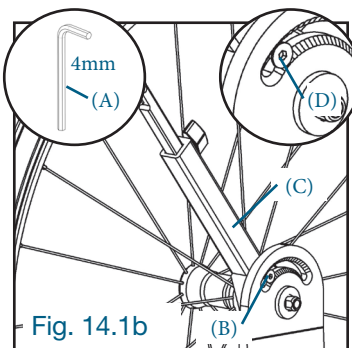

Fig. 14.1b
Ajustement de la position du bloqueur de roue latérale (Fig. 14.1b)
Desserrer légèrement la vis de serrage (A) puis pivoter le bras (B) vers l'arrière de l'appareil, jusqu'à la position désirée. Resserrer fermement la vis de serrage (A). Assurez-vous que la vis de serrage (A) soit bien positionnée dans un trou (C) préétabli avant de serrer. Répéter ces étapes pour le bloqueur de l'autre côté. (Fig. 14.1b)